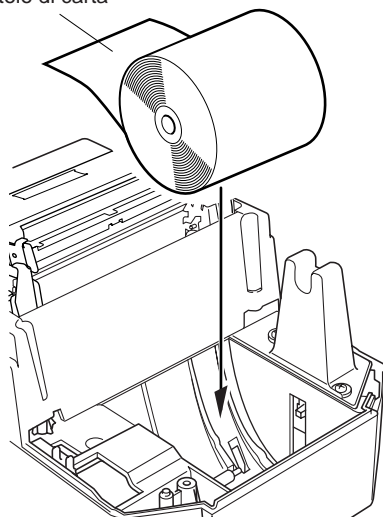

Fig. 6-13 Inserimento della carta
- ② Tagliare perpendicolarmente l'estremità iniziale della carta del rotolo.
- ③ Verificare che la stampante sia accesa.
- ④ Osservando l'orientamento del rotolo, collocare il rotolo di carta nel vano come mostrato in Fig.6-13.